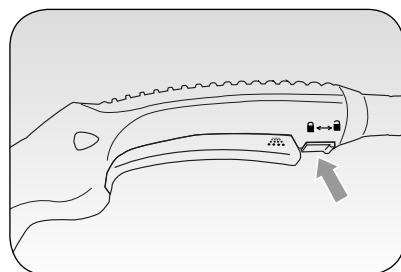

Fig. 4
A fim de impedir a ativação accidental da saída de vapor, é necessário deslocar o cursor de bloqueio/desbloqueio do vapor (B) de baixo para cima (↑); para desbloquear, desloque o cursor (B) de cima para baixo (↓) (Fig. 4).